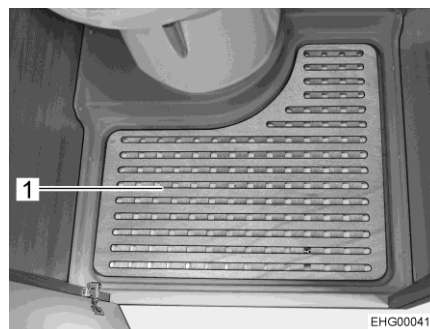

Fig. 94 Plancher amovible
- Retirer le plancher amovible (Fig. 94,1) pour se doucher.